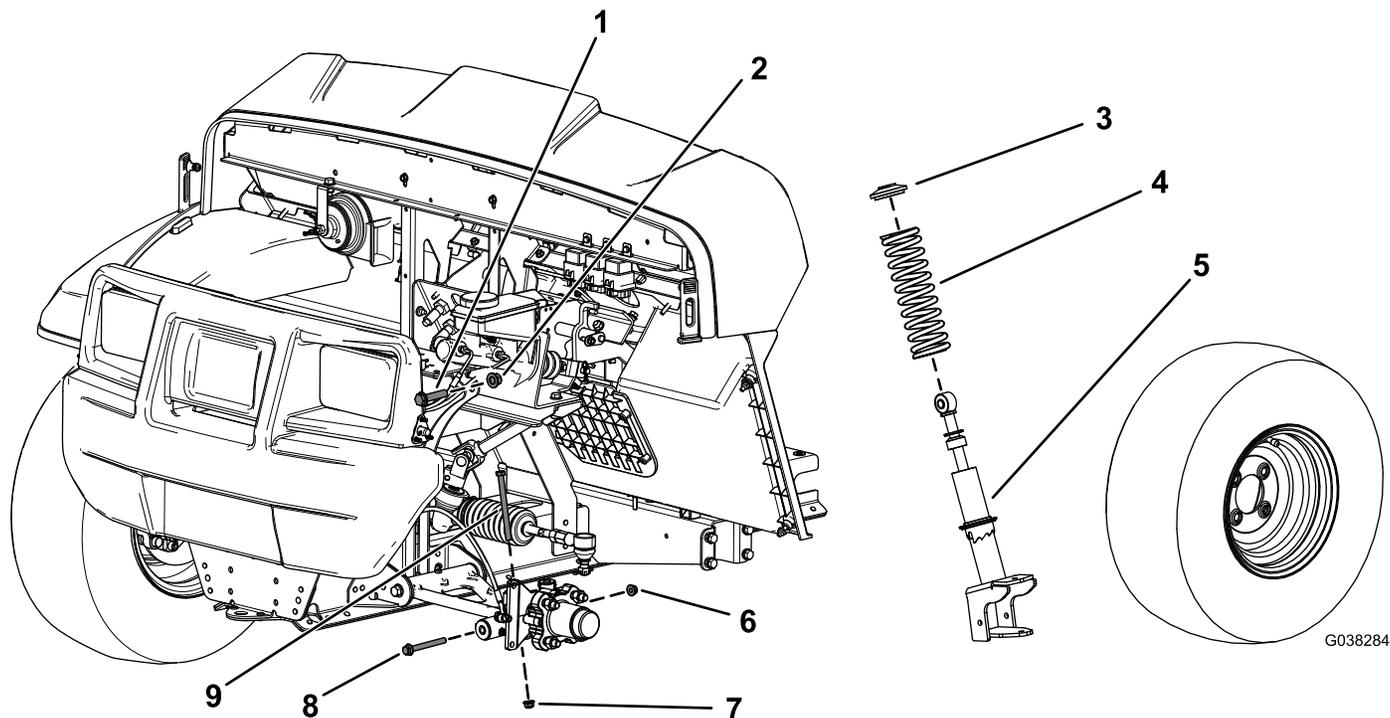

Figura 1
2. Retire el perno de cabeza hexagonal (3/8" x 4 3/4") y la tuerca con arandela prensada (3/8") del eje (Figura 1).
3. Retire el perno de cabeza hexagonal (3/8" x 3 1/2") y la tuerca con arandela prensada (3/8") del brazo de control (Figura 1).
4. Retire el perno de cabeza hexagonal ($\frac{1}{2}$ " x $2\frac{1}{4}$ ") y una contratuerca ($\frac{1}{2}$ ") que fijan el conjunto del montante al bastidor superior (Figura 1).
5. Retire el conjunto del montante (Figura 1).
3. Retire el muelle del conjunto del montante (Figura 1).
4. Instale el nuevo muelle sobre el conjunto del montante existente (Figura 1).
2. Sujete la parte superior del conjunto de montante al bastidor con el perno de cabeza hexagonal superior ($\frac{1}{2}$ " x $2\frac{1}{4}$ ") y una contratuerca ($\frac{1}{2}$ ") tal y como se muestra en la Figura 1.
4. Instale el perno de cabeza hexagonal ($\frac{3}{8}$ " x $4\frac{3}{4}$ ") y la tuerca con arandela prensada ($\frac{3}{8}$ ") en el eje (Figura 1).
6. Sujete la parte inferior del conjunto del montante al brazo de control con el perno de cabeza hexagonal ($\frac{3}{8}$ " x $3\frac{1}{2}$ ") y una contratuerca ($\frac{3}{8}$ ") tal y como se muestra en la Figura 1.